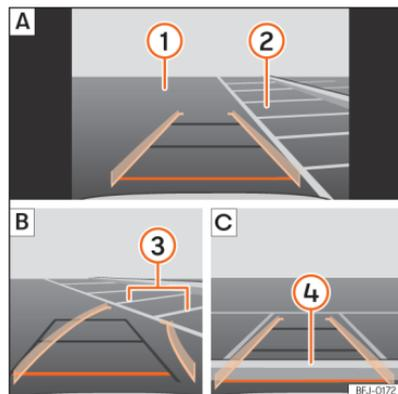

Abb. 168 Anzeige auf dem Bildschirm des Infotainment-Systems: Einparken mit dem Rückfahrassistenten.
Legende zur »» (Abb. 168):
- Bringen Sie das Fahrzeug vor die Parklücke >>> **(Abb. 168) ② A**.
- Fahren Sie rückwärts und drehen Sie das Lenkrad so, dass die gelben Linien in die Parklücke weisen. Die grünen und gelben Linien müssen mit den seitlichen Begrenzungslinien übereinstimmen **③ B**.
- Halten Sie das Fahrzeug an, wenn die rote Linie die hintere Begrenzung erreicht hat **④ C**.